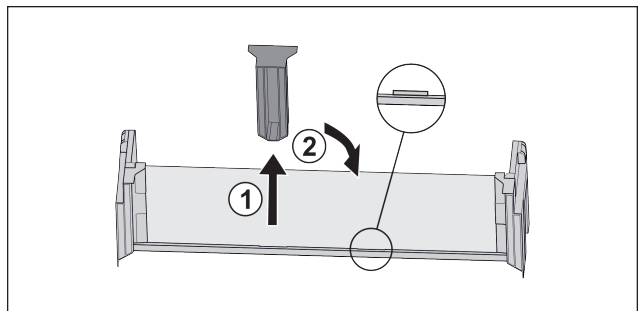

Fig. 54
- ▶ Снимите среднюю поддерживающую деталь Fig. 54 (1).
- ▶ Вставьте среднюю поддерживающую деталь во вторую позицию Fig. 54 (2).